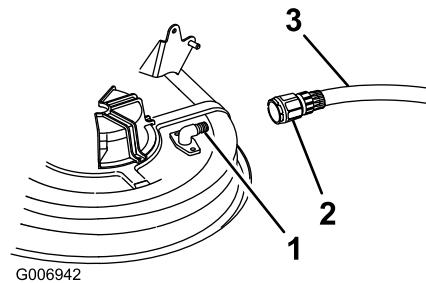

Bild 42
4. Drehen Sie eine Schlauchkupplung (gehört nicht zum Lieferumfang) auf den Mähwerk-Spülanschluss und drehen Sie das Wasser ganz auf (Bild 42).